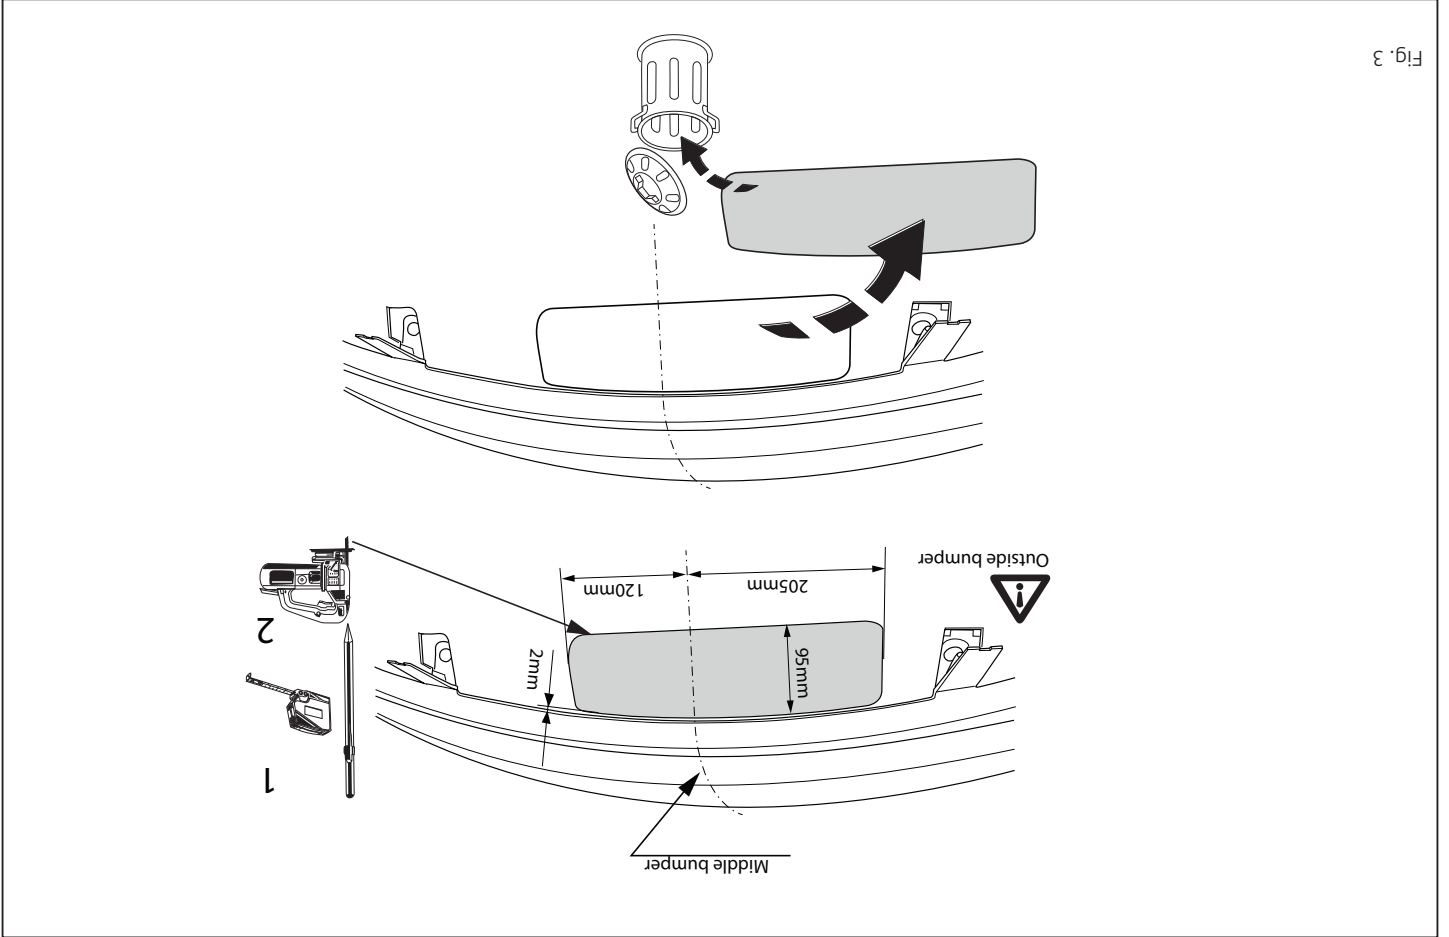

Fig. 3
7. Saw a section out of the middle of the underside of the bumper as shown in fig. 3.
7. Auf der Unterseite der Stoßstange einen Teil aus der Mitte gemäß Abbildung 3 ausschneiden.
7. Scier au centre de la partie inf rieure du pare-chocs une partie correspondant   la figure 3.